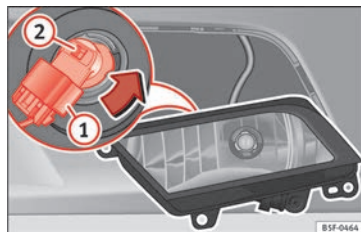

Fig. 114 Phare antibrouillard.
- Retirez le connecteur » **fig. 114** ① de l'ampoule.
- Tournez le porte-ampoule » **fig. 114** ② vers la gauche puis tirez.